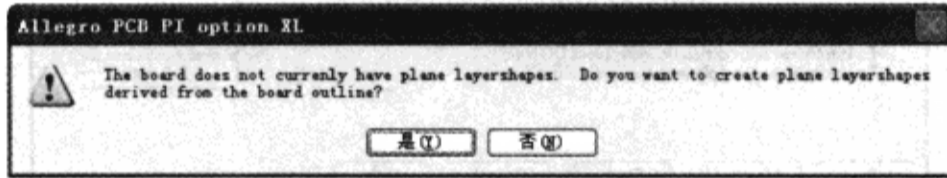

图 7-12-34 Allegro PCB PI option XL 警告窗口
(1) 在 “Power Integrity Setup Wizard-Stack-up” 对话框中单击 “Next” 按钮, 弹出 Allegro PCB PI option XL 警告窗口, 如图 7-12-34 所示, 此时 PCB 还没有平面层形状, 电源完整性工具会根据 PCB 边框的形状来创建。